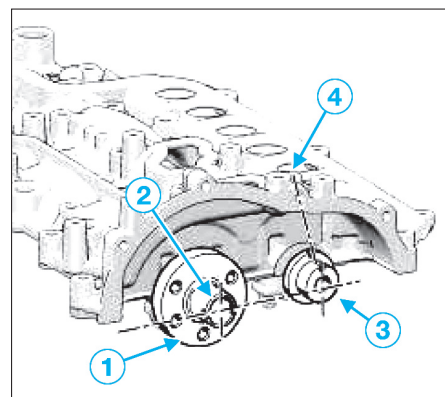
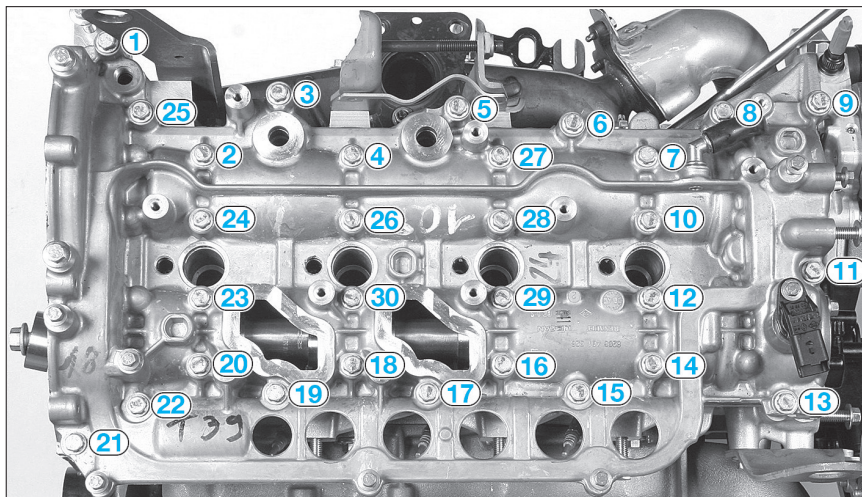

FIG. 66
FIG. 67
- Placer deux goujons (M6 - longueur 60 mm) dans les trous (1) sur la culasse pour guider le couvre-culasse.
- Positionner (fig. 66) :
- l'arbre à cames d'échappement (1), rainure à l'horizontale et grand déport (2) orienté vers le haut.
- l'arbre à cames d'admission (2), rainure orientée vers le bossage (3) du couvre-culasse.
- Serrer dans l'ordre et successivement les vis de fixation (2, 7, 14 et 20) du couvre-culasse (fig. 67).